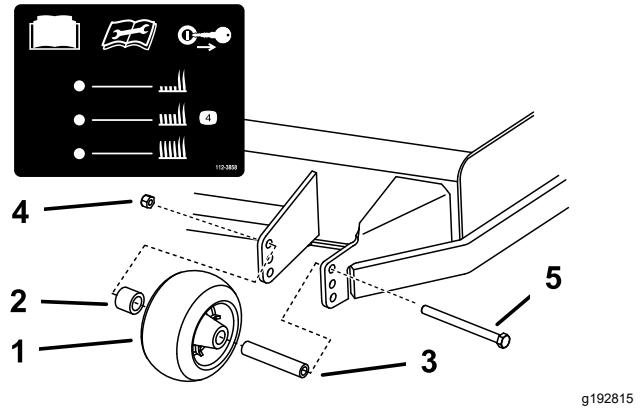

Figura 30
3. Ajuste os rolos antidanos como se mostra na Figura 30.